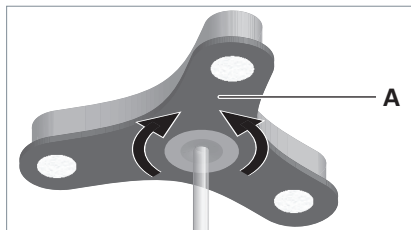

Fig. 13: Leuchtenkopf ausrichten.
- ▶ Drehen Sie den Leuchtenkopf **A** um die eigene Achse, siehe Fig. 13.